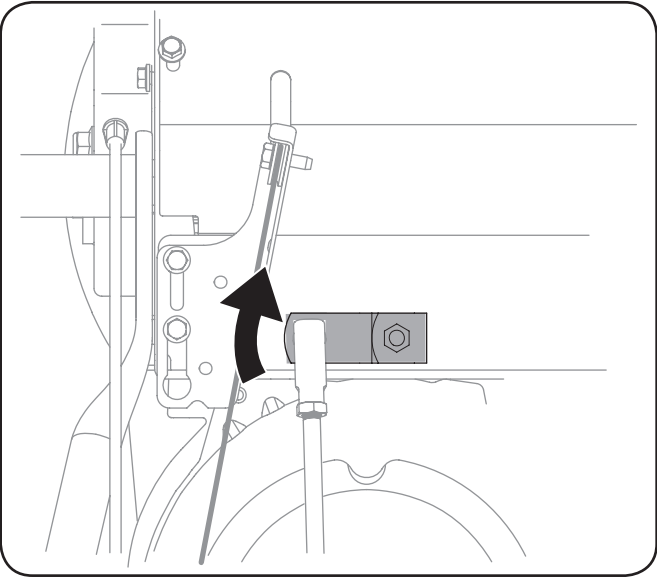

Figure 6-8
3. Faites pivoter le support vers le bas, aussi loin que possible. Voir la Figure 6-8.